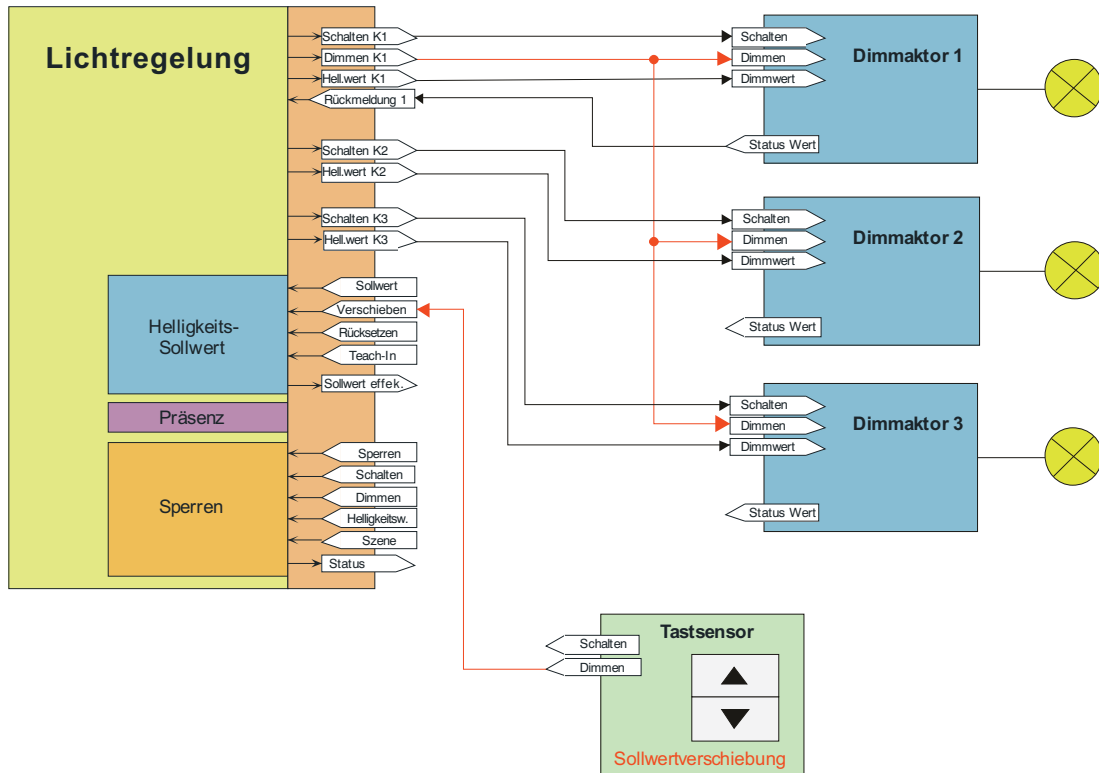

Bild 45: Applikationsbeispiel zur Sollwertverschiebung mit 3 Beleuchtungskanälen
- i** Wenn bei der Lichtregelung auch die Beleuchtungskanäle 2 oder 3 in Verwendung sind (Bild 45), müssen die 4 Bit Dimmobjekte der über diese Kanäle angesteuerten Dimmkatoren mit dem Objekt "Ausgang Kanal 1 Dimmen" der Lichtregelung verbunden werden (gleiche Gruppenadresse wie Dimmkator im Kanal 1).